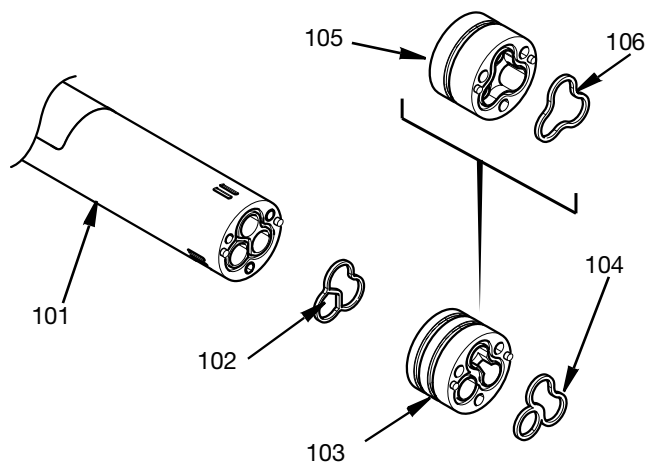

FIG. 13
5. Verwijder waar nodig de onderste materiaalpakking (106) of laat twee materiaalpakkingen (104) zakken. De ene materiaaladapter (105), of twee materiaaladapters (103) en de adapterpakking (102) kunnen nu worden verwijderd. Zie FIG. 13.